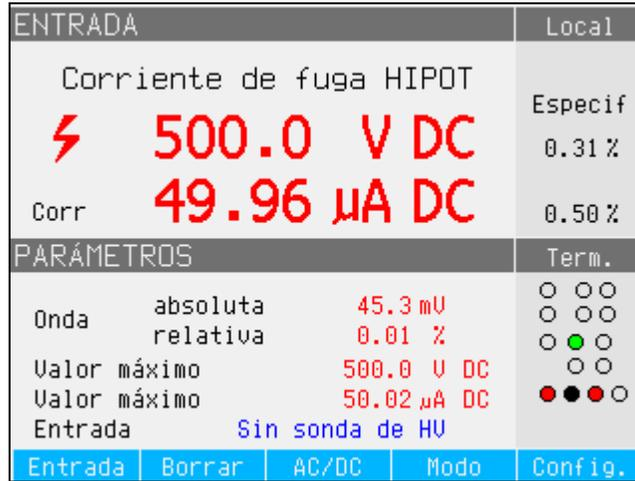

Figura 21. Corriente de ondulación
3. Si es necesario, pulse la tecla programable **AC/DC** para seleccionar entre el modo de CA o CC. Consulte la figura 21.